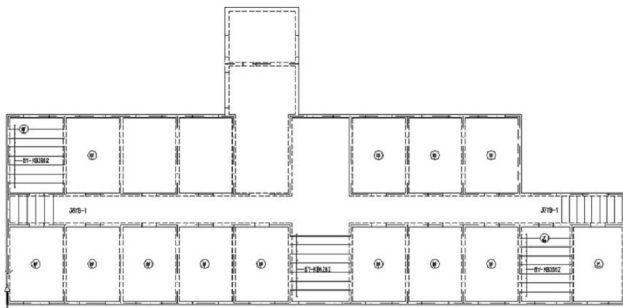

图 5.31 绘制配板编号
用相同的方法标出标准层结构平面图(附图2.5)内④、⑥与⑩、⑪轴线及④、⑥与⑩、⑦轴线所围合的宿舍和走廊内的配板符号和配板编号,结果如图5.31所示。